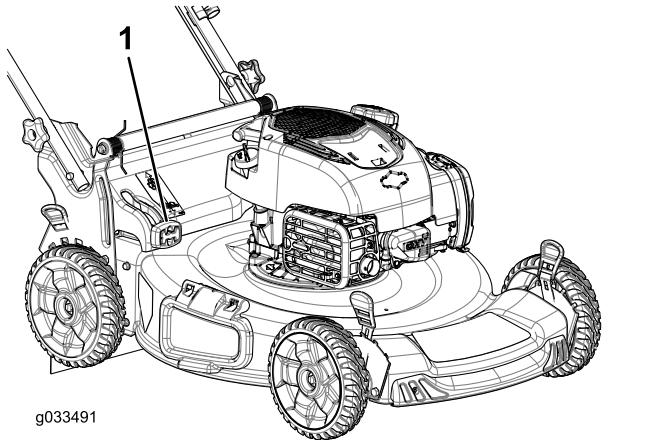

Figura 17
- **Se desejar recolher relva e aparas**, prima o botão na alavanca de uso do saco a pedido e desloque a alavanca para a frente até que o botão saia (Figura 17).